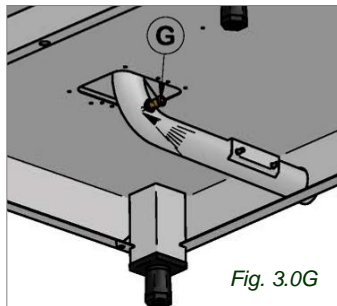

Fig. 3.0G
**3.0G Système thermostatique pour la condensation des vapeurs d'évacuation**: il s'agit d'une électrovalve commandée par un thermostat dont le capteur est logé en contact avec la vidange. Grâce à l'injecteur (G), l'électrovalve introduit de l'eau froide dans le tuyau d'évacuation pour condenser la vapeur quand la température atteint 90°C (Fig. 3.0G). (Fig.3)